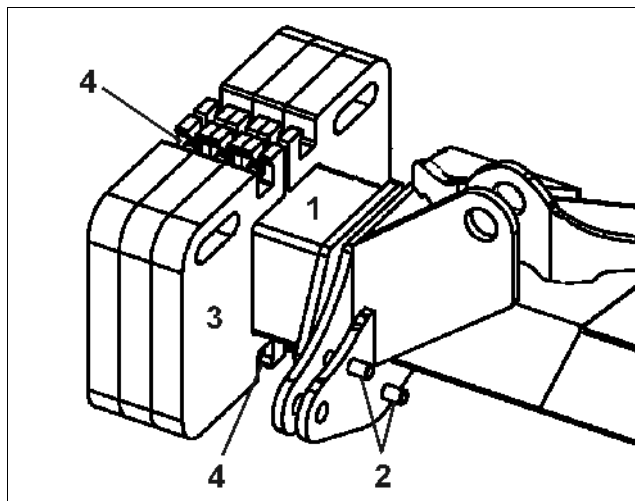

Fig. 9
- Skruva fast hållarröret (Fig. 9/1) med 4 skruvar (Fig. 9/2) utvändigt på yttersektionen.
Skruva fast vardera två vikter (Fig. 9/3) på röret (Fig. 9/4) och lås fast.